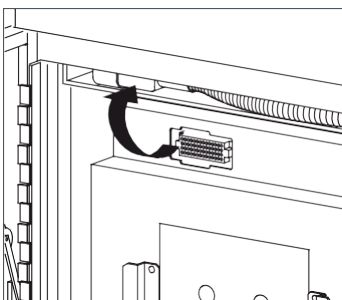

Fig. 4.7
- Ranger le connecteur basse tension dans la logement au-dessus du tiroir (Fig. 4.7).
- Enlever le connecteur basse tension du logement au-dessus du tiroir (Fig. 4.7).